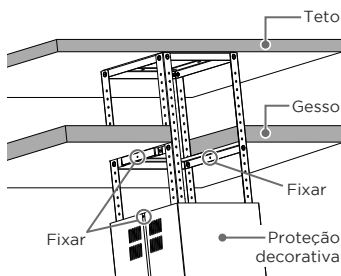

Fig. 13
3. Deslize a proteção decorativa superior para cima até a altura do gesso e fixe-a nos suportes auxiliares utilizando 2 Parafusos M4*8 (Fig. 13).